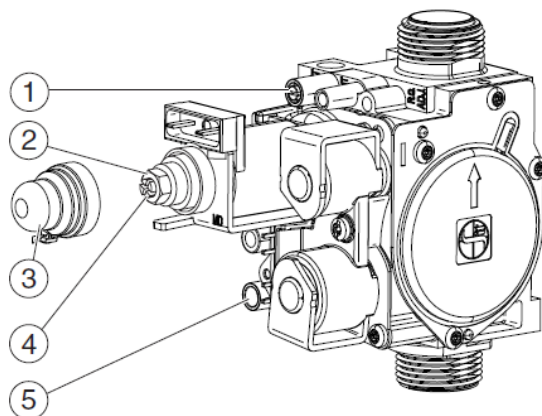

Рис. 18 Газовый клапан
1. Переведите котел в режим ожидания. Замерьте входное давление газа на измерительном штуцере [5] (см. Рис. 18) и сравните полученное значение с параметрами, приведенными в Таблице 9.
1. Ослабьте винт измерительного штуцера давления на горелке [1] (см. Рис. 18) и подключите к нему манометр для последующей настройки максимального и минимального давления газа.
3. Снимите защитный колпачок модулятора газового клапана [3] (см. Рис. 18). Для этого слегка поверните его по часовой стрелке и аккуратно подденьте шлицевой отверткой.
4. Настройка максимального давления: Для калибровки максимального давления газа на горелке вращайте большую шестигранную латунную гайку модулятора [2] (см. Рис. 18). Вращение по часовой стрелке увеличивает давление (расход газа), против часовой стрелки — уменьшает.
5. Настройка минимального давления: Для перевода котла на минимальную мощность нажмите кнопку «Сброс» (Reset) (если котел находится в тестовом режиме) либо временно отсоедините один из проводов питания с катушки модуляции газового клапана. С помощью отвертки отрегулируйте минимальное давление, вращая малый пластиковый винт [4] внутри латунной гайки (см. Рис. 18). Вращение по часовой стрелке увеличивает давление, против часовой стрелки — уменьшает.